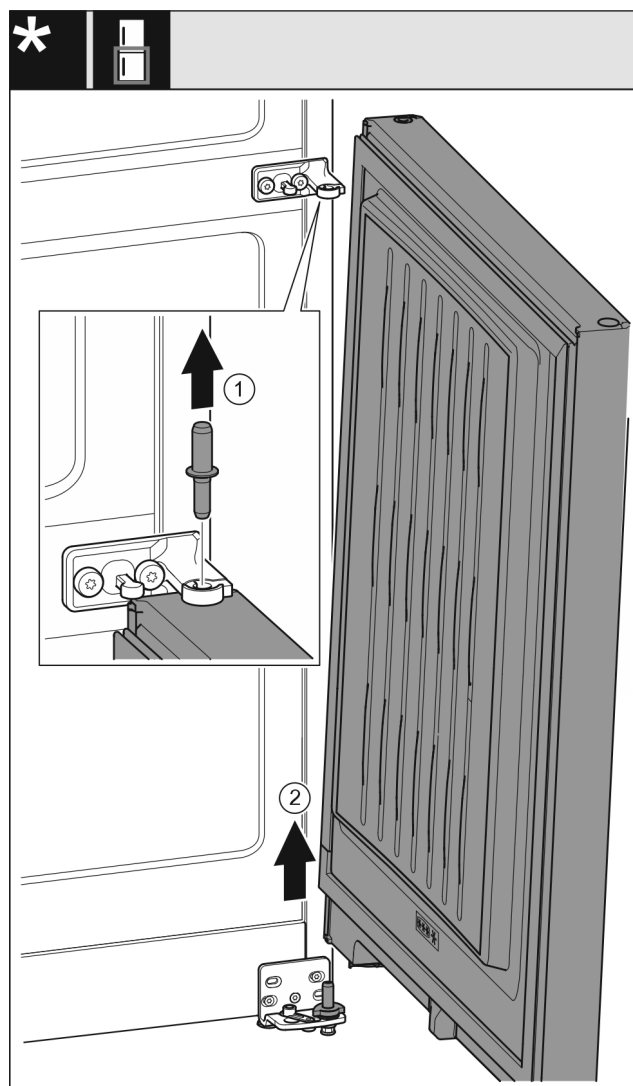

Fig. 9
- ▶ Čep Fig. 9 (1) vytáhněte nahoru.
- ▶ Dveře Fig. 9 (2) kývním vysadíte a odložte stranou.